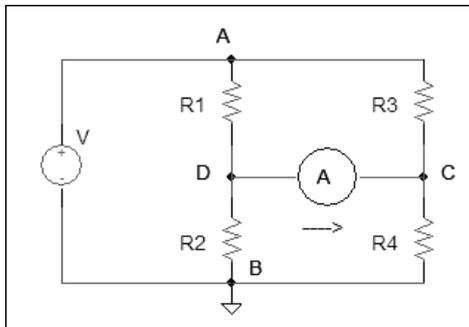

Figura 1
2.- En el puente de Wheatstone de la Figura 1 se tiene una relación de resistencias  $1/100$  para el cociente  $R2/R4$  y  $R3$  se ajusta para conseguir una corriente nula tomando el valor de  $R3=1000,3 \Omega$ . Como resultado de un cambio en la temperatura ambiente el valor de  $R1$  se ve modificado de forma que el detector registra nula corriente para la nueva condición  $R3=1002,1 \Omega$ . ¿Cuál fue el cambio en la resistencia  $R1$ ?
8.- En el circuito de la Figura 1 se tiene los valores  $V= 5 \text{ V}$ ,  $R1=100 \Omega$ ,  $R2=200 \Omega$ ,  $R3=1000 \Omega$  y  $R4=2005 \Omega$ . El galvanómetro utilizado tiene una sensibilidad de  $1 \text{ mm}/\mu\text{A}$  y una resistencia interna de  $500 \Omega$ . Si se considera que la mínima deflexión para ser vista es de  $1 \text{ mm}$ , indíquese si este galvanómetro puede detectar el desequilibrio indicado de  $5 \Omega$  en la rama  $BC$  de la Figura 1.